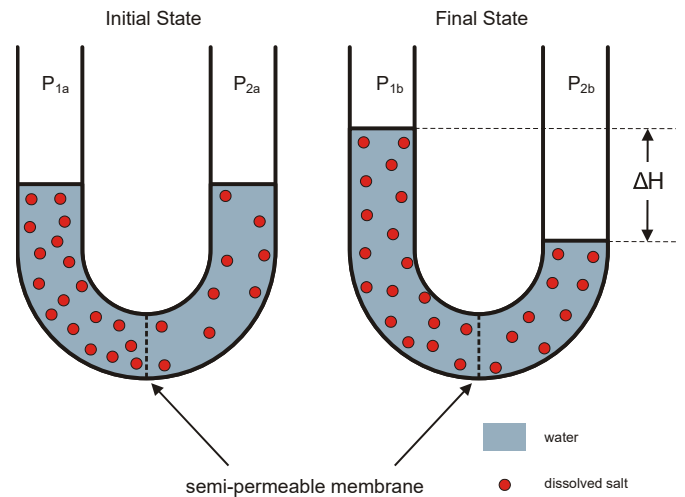

Abb. 1.2: Osmose in einem U-Rohr. Q: wikicommons. A: Hans Hillewaert
1.1 [Gemeinsam mit Lehrkraft]: Beschreiben und Erklären Sie Abb. 1.2